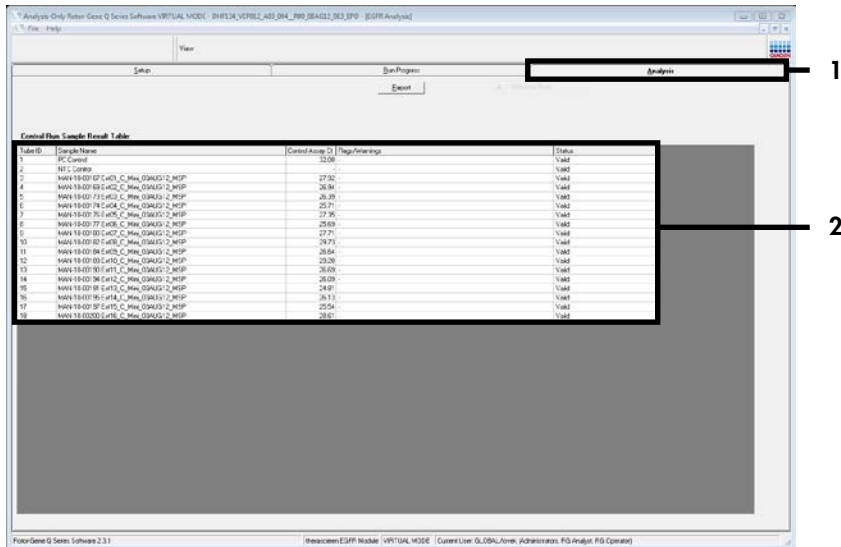

Abbildung 8. Registerkarte „Analysis“ (Analyse) [1] mit den Ergebnissen [2 = „Sample QC Result Table“ (Tabelle der QC-Probenergebnisse)]
Hinweis: Wenn die Registerkarte „Analysis“ (Analyse) nicht angezeigt wird, klicken Sie auf diese Registerkarte (siehe Abbildung 8).
20. Die Kontrollergebnisse werden wie folgt in der Tabelle „Sample QC Result Table“ (Tabelle der QC-Probenergebnisse) angegeben (siehe Abbildung 8).